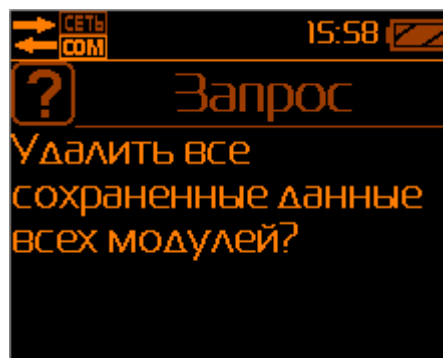

Рис.37. Запрос подтверждения на полное удаление результатов измерений.
2.3.7.7. Полная очистка памяти блока отображения информации осуществляется выбором пункта «Полная очистка» «Системного меню». В этом режиме происходит полное удаление всех результатов измерений, сохранённых в памяти блока отображения информации (по всем параметрам, не только по освещённости, яркости и КЕО). Для предотвращения нежелательной потери результатов, БОИ-01 выводит запрос на подтверждение полной очистки памяти результатов (Рис.37).